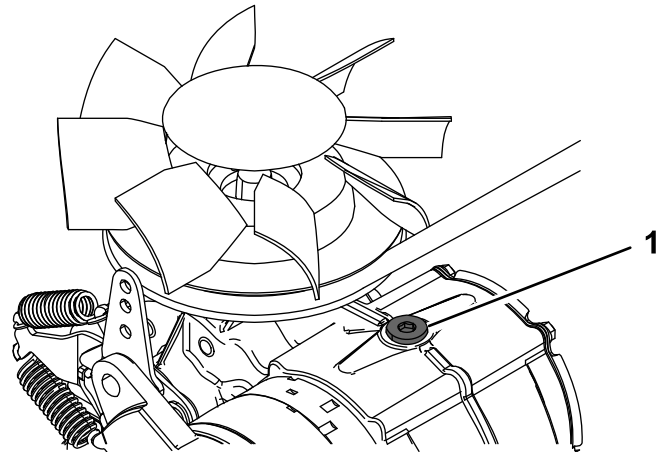

Figura 49
- Perno trasero (2)
- Perno lateral (4)
- Afloje el tapón de ventilación de cada transmisión (Figura 49).